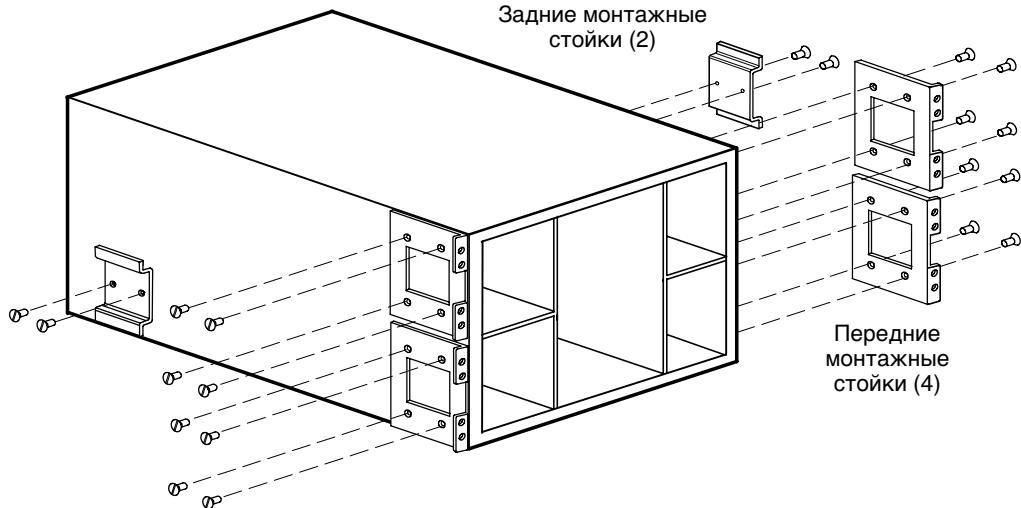

Рисунок 20. Установка переднего и заднего кронштейнов ИБП
- 11.** Совместите два передних кронштейна с отверстиями по бокам ИБП и закрепите их 16 винтами с потайной головкой M4 (см. рис. 20).